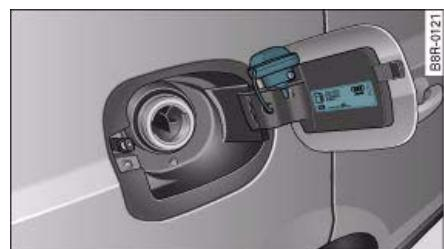

Fig. 205 Tapa del depósito con el tapón encajado
- Encaje el tapón en la parte superior de la tapa abierta ⇒ fig. 205.